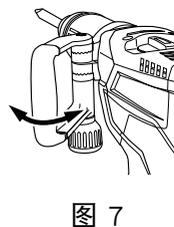

图 7
(2) 如图 7、图 8 和图 9 所示，将其调整至易于垂直（上下方向）操作的位置。